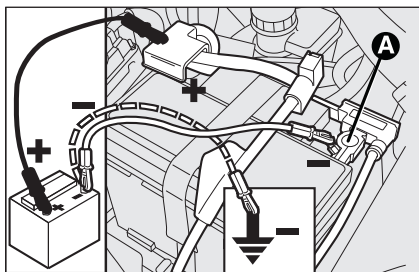

fig. 56
**NØDSTART fig. 56**
I tilfælde af nødstart med hjælpebatteri, må hjælpebatteriets negative kabel (–) aldrig tilsluttes den negative pol **A**-fig. 56 på bilens batteri, men skal i stedet tilsluttes et stelforbindelsespunkt for motor/gear.